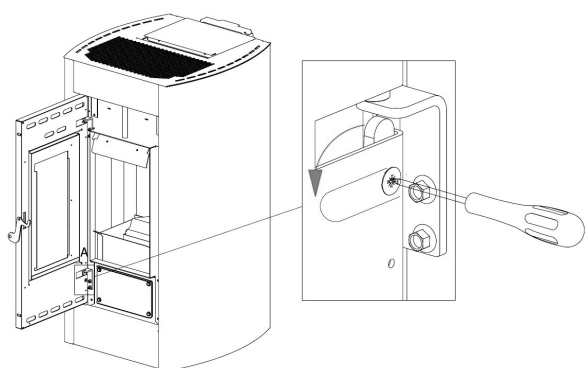

Fig. 36 - Retrait des vis
- À l'aide d'un tournevis, tourner le levier dans la direction de la flèche (voir Fig. 36).